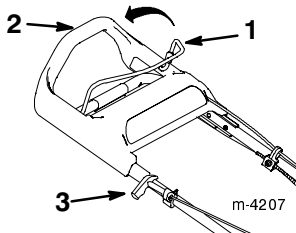

Figure 12
3. Serrer la barre de commande de lame contre le mancheron (Fig. 12).
4. Tirer lentement la poignée du lanceur jusqu'à ce qu'on sente une résistance, puis la tirer vigoureusement (Fig. 12). Laisser la poignée du lanceur revenir lentement jusqu'au mancheron.